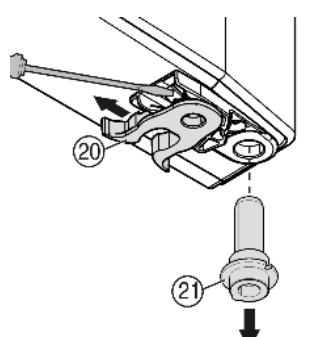

Fig. 8
- ▶ Переставить пружинный зажим Fig. 8 (20): Нажмите вниз язычок защелки, снимите с него пружинный зажим.
- ▶ Извлеките опорный палец Fig. 8 (21) из втулки двери и вставьте вместе с шайбами на противоположную сторону. Язычок защелки должен быть направлен к внутренней стороне двери, паз — к внешней стороне.
- ▶ Поверните нижнюю часть двери и вставьте опорный палец Fig. 8 (21) в опорный кронштейн. При необходимости покрутите опорный палец, чтобы он смог заскочить.